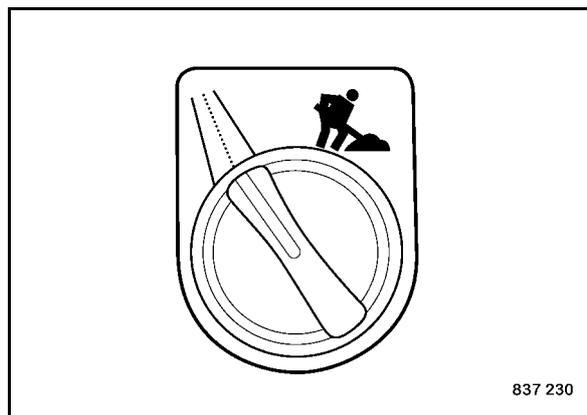

Fig. 63
- Selezionare il tipo di funzionamento "Trasferimento" (Fig. 63).